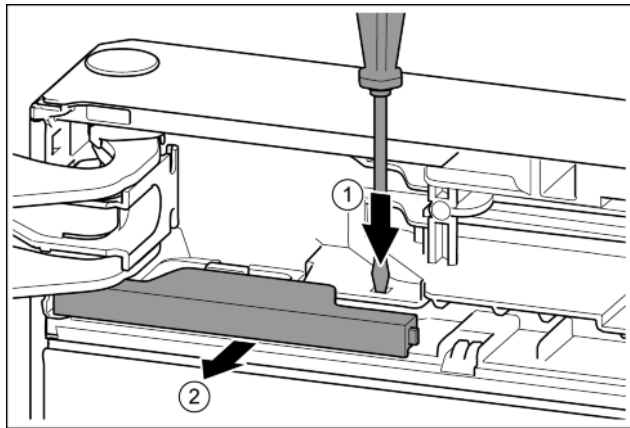

Fig. 11
- ▶ Plochým šroubovákem lamelu přitlačte. Fig. 11 (1)
- ▶ Kryt vytáhněte ze zářky. Fig. 11 (2)